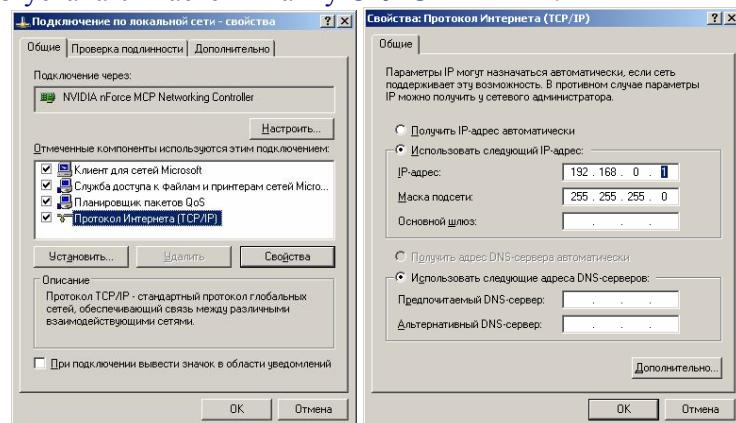

Рисунок 2.
1.3 Для сетевого взаимодействия ПЭВМ сервера и терминала, они должны быть включены в локальную сеть с фиксированными IP-адресами. IP-адреса устанавливаются в свойствах протокола Интернета (TCP\IP) свойств подключения по локальной сети (Рисунок 2) операционной системы. Например: TCP\IP-адрес сервера **192.168.0.1**, TCP\IP-адрес терминала **192.168.0.2**.